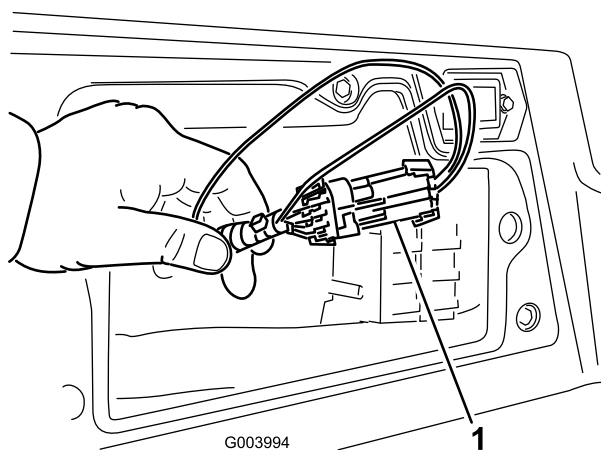

Figure 47
- Localisez le faisceau de câblage et les connecteurs près du module de commande (Figure 47).